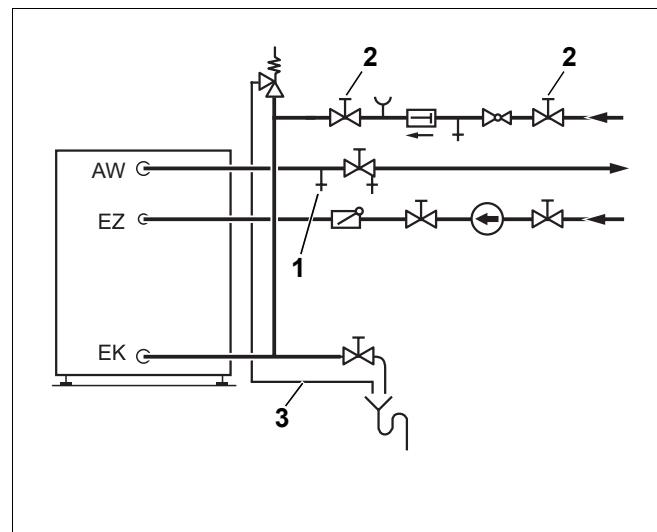

Рис. 11 Монтаж по DIN 1988 (принципиальная схема)
- Для удаления воздуха из бака-водонагревателя открыть вентиль продувки и выпуска воздуха (рис. 11, **поз. 1**) или наиболее высоко расположенный водоразборный кран.
- Для заполнения бака открыть запорный вентиль на входе холодной воды EK (рис. 11, **поз. 2**).
- Перед нагревом проверить заполнение водой отопительного котла, бака-водонагревателя и трубопроводов. Для этого открыть вентиль для продувки и выпуска воздуха (рис. 11, **поз. 1**).
- Держите постоянно открытый дренажный трубопровод предохранительного клапана (рис. 11, **поз. 3**, стр. 14).
- Дренажная линия предохранительного клапана (рис. 11, **поз. 3**, стр. 14) должна быть постоянно открытой.